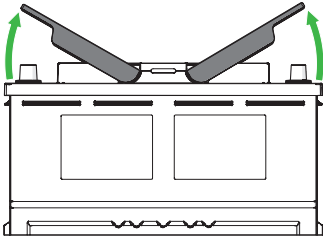

Figure 9. Relever les poignées à 30°.
- a) Relever les poignées à 30° (figure 9).